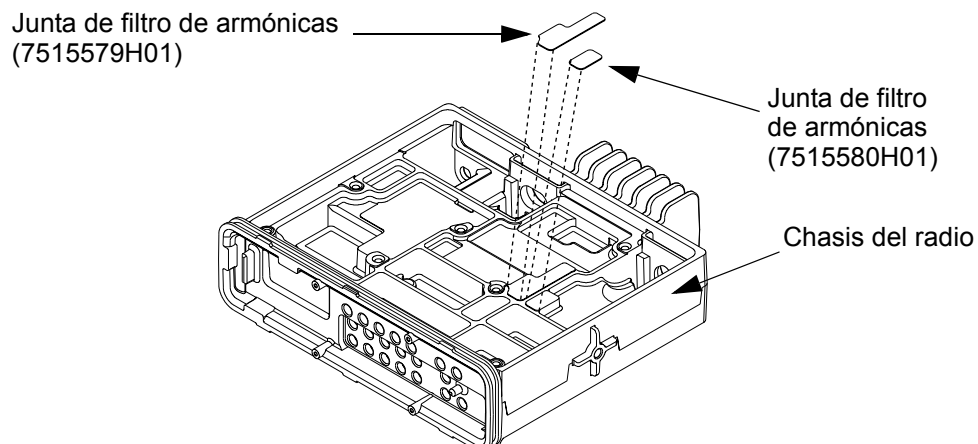

Figura 5-56 Reemplazo de juntas conductoras térmicas
3. Una vez que la superficie esté limpia y seca, despegue la junta nueva de la lámina a la que viene adherida de fábrica, y colóquela con la parte blanca hacia abajo sobre el chasis, como se muestra en la Figura 5-56.